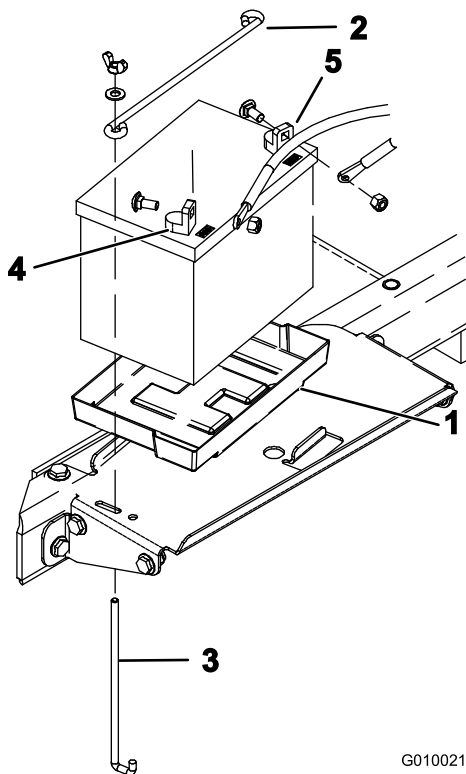

Figura 14
- Asamblezi bateria în tava din compartimentul bateriei (Figura 14). Poziționezi bateria astfel încât bornele să fie aliniată spre exterior.